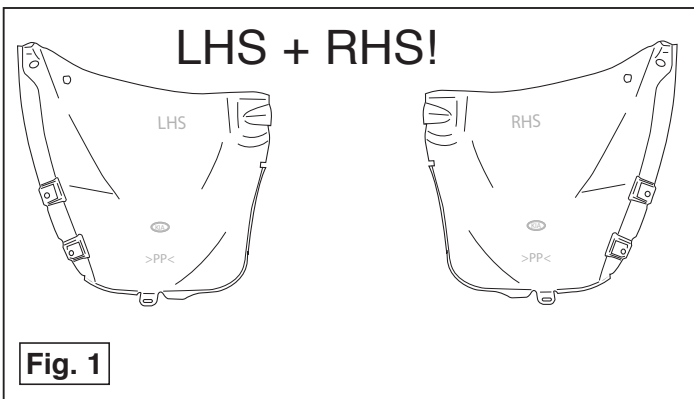

Fig. 1
3. Remove the plastic protective caps. See figure 1.
3. Démontez les caches de protection en plastique. Voir la figure 1.
3. Zdemonstrować kopakę zabezpieczającą wykonaną z tworzywa sztuczno-go. Patrz rysunek 1.
3. Die Kunststoffschutzklappen demontieren. Siehe Abbildung 1.